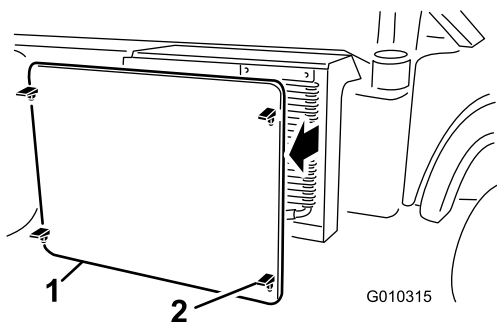

Figura 57
2. Abra los enganches y retire la rejilla del radiador de la parte delantera del radiador (Figura 57).